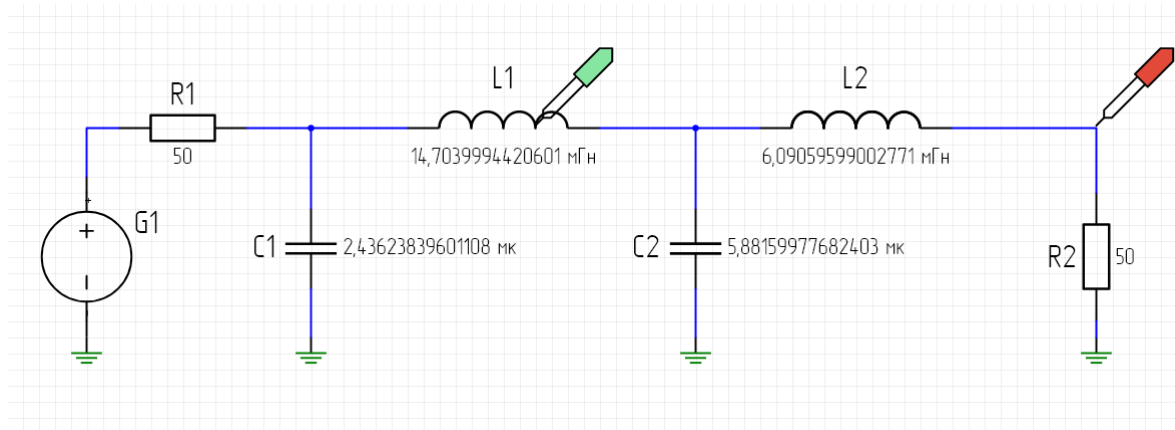

Рис. 188 Пример размещения щупов
1. Откройте схему и разместите два щупа: один - на индуктивность L1, второй - на цепь NET0002, см. Рис. 188: